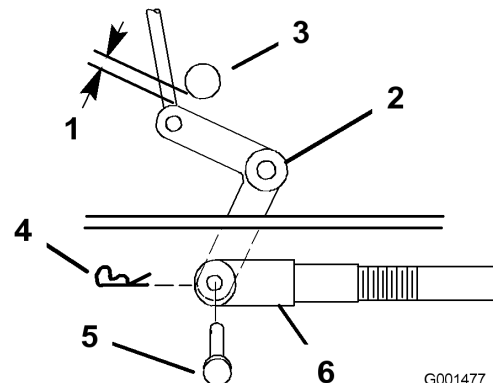
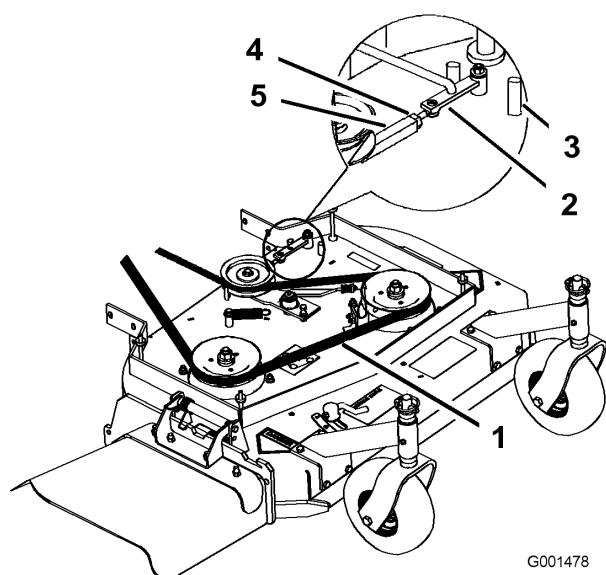

Figura 49
Figura 50
9. Compruebe la distancia entre la palanca acodada y el eje de salida de la transmisión (Figura 49).
11. Gire la horquilla en el sentido de las agujas del reloj para aumentar la distancia; gírela en el sentido contrario para reducirla (Figura 49).
Nota: Si el brazo no entra en contacto con el tope delantero de la plataforma del cortacésped (Figura 50), ajuste la horquilla para acercar la palanca acodada al eje de salida de la transmisión (Figura 49).
3. Afloje la contratuerca del tensor (Figura 50).
4. Gire el tensor hacia la parte trasera del cortacésped para aumentar la tensión de la correa. Gire el tensor hacia la parte delantera del cortacésped para reducir la tensión de la correa (Figura 50).